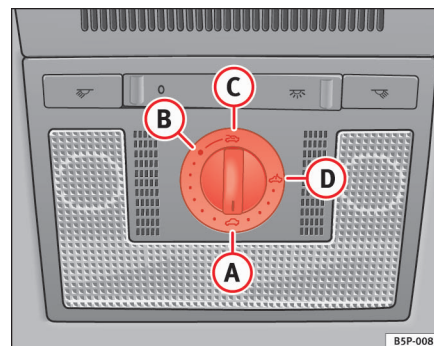

Fig. 70 Udsnit af loftet: drejekontakt til skyde-/vippetag
- Drej kontakten til position **A** ⇒ fig. 70 ⇒ . ▶